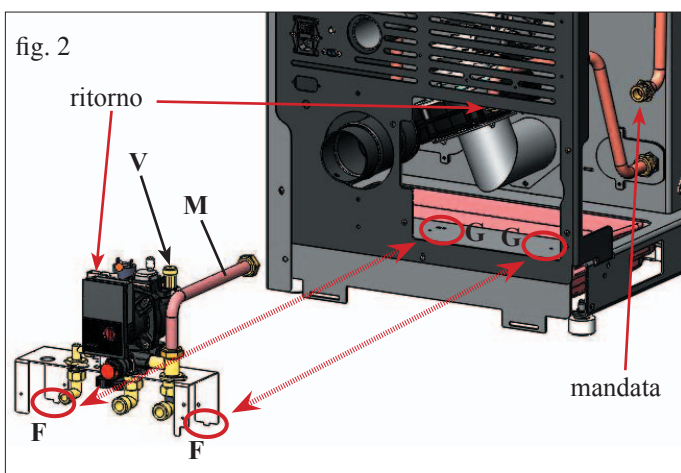

fig. 2
Collegare il tubo di mandata della caldaia con il tubo di mandata (M) del kit idraulico interponendo la guarnizione 3/4" in dotazione e avvitandoli tra loro con cura (fig. 2).
Collegare il tubo flessibile del vaso di espansione al raccordo "V" del kit idraulico (vedi fig. 2)
Inserire il tubo di ritorno della caldaia nell'O-ring e accoppiarlo al collegamento sul corpo del circolatore presente sul kit, fissandolo con apposita molletta (fig. 2).